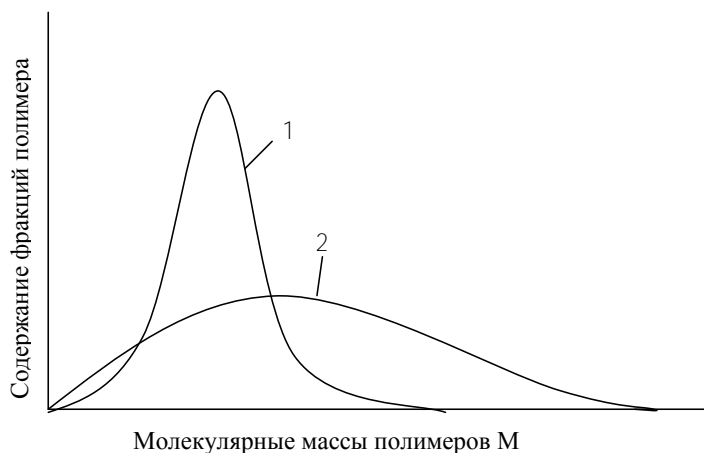

Рис. 7.1. Примерный вид дифференциальной кривой молекулярно-массового распределения:
7.1. **Молекулярно-массовое распределение.** Каждый полимер может быть охарактеризован функцией распределения макромолекул по молекулярным массам (рис. 7.1), которая называется *молекулярно-массовым распределением* (ММР). Различают дифференциальные и интегральные функции ММР, каждая из которых может